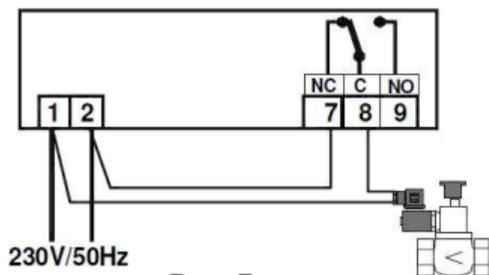

Рис. 7 Э/М клапан Н.З.
Пример подключения сигнализатора газа модели Beta gas detector 754 -R/M(G) к нормально-закрытому электромагнитному клапану (рис. 7) и совместное подключение двух сигнализаторов к одному клапану (рис. 8).